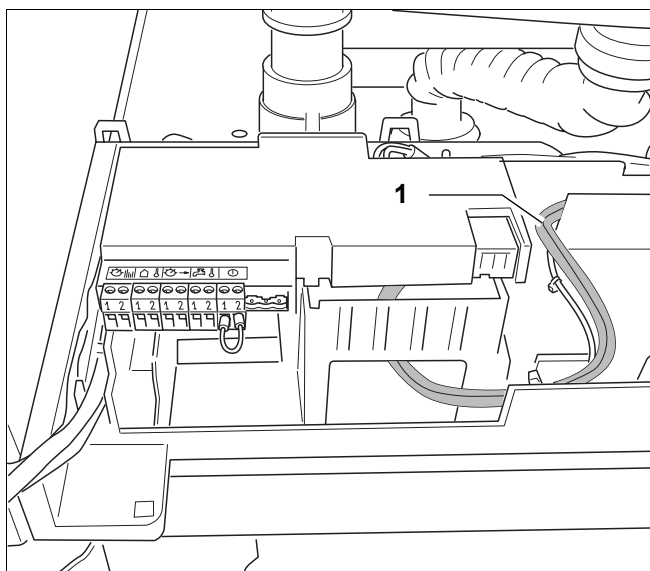
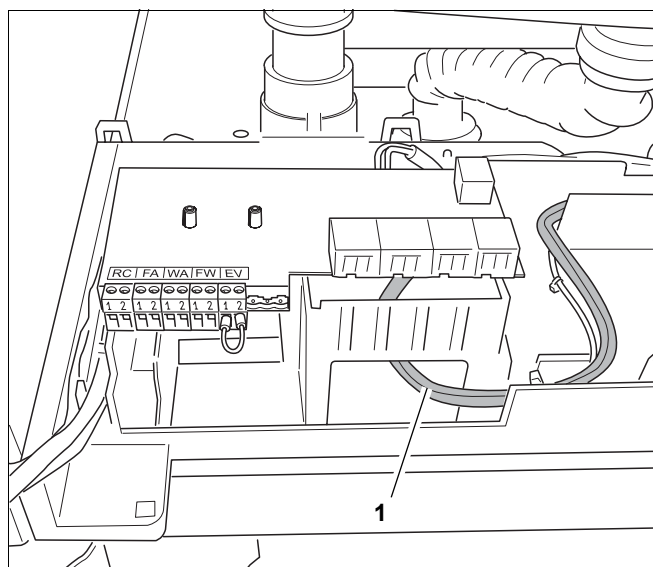

Fig. 37 Cablul pompei 230 VAC
Fig. 38 Scoateți afară cablul 230 VAC al pompei
- Derulați cablul 230 VAC (Fig. 37, **Poz. 1**) și scoateți-l afară prin cazanul de încălzire (Fig. 38).